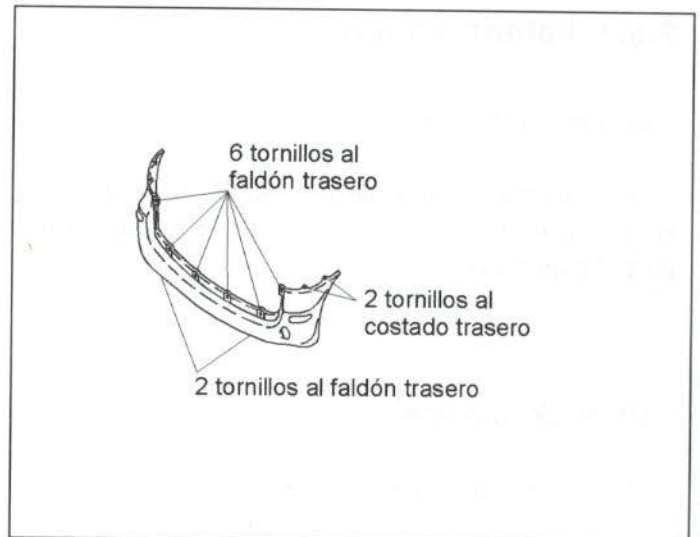

Figura 49.- Unión del paragolpes trasero
El paragolpes trasero va fijado mediante tornillos, cuyo número y distribución se muestra en la figura 49.
- Paragolpes trasero (figura 49).